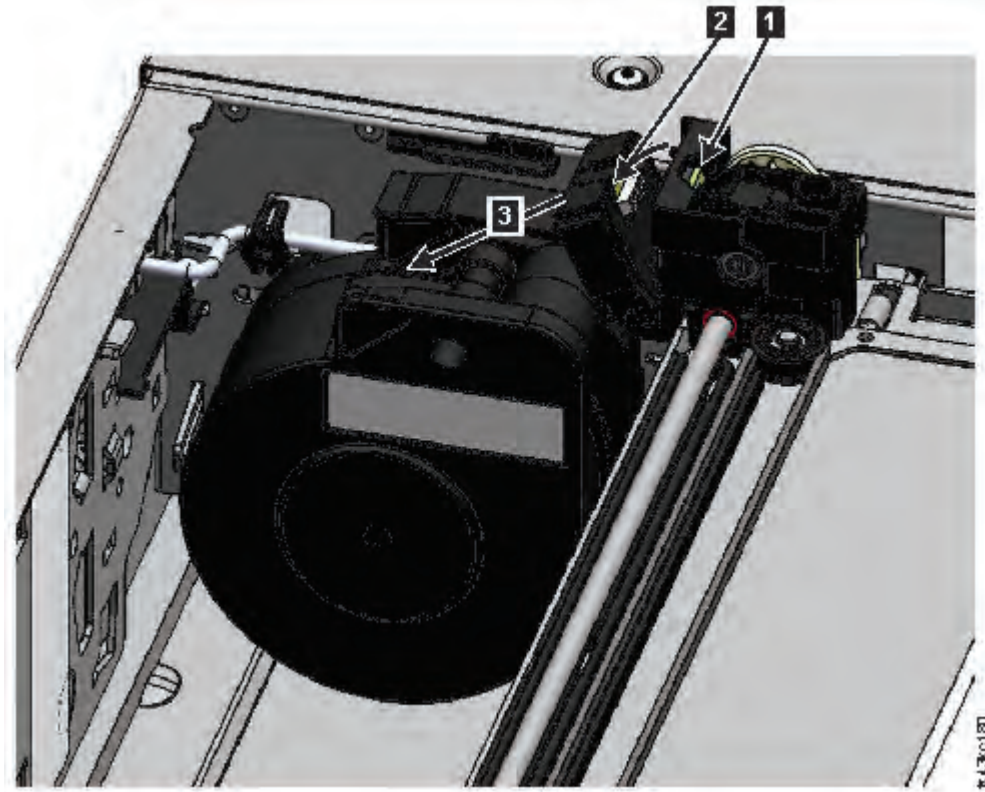

Figura 83. Desbloquee el cable de spooling y colóquelo en su soporte
7. En la parte superior del brazo robot donde está conectado el cable de spooling, presione hacia abajo en el pestillo (1 en Figura 83 en la página 184), a continuación, incline la pieza que contiene el cable de spooling (2).
8. Levante el cable de spooling del brazo robot y colóquelo en su cuna en la parte superior del mecanismo de spooling (**3** en Figura 83 en la página 184).